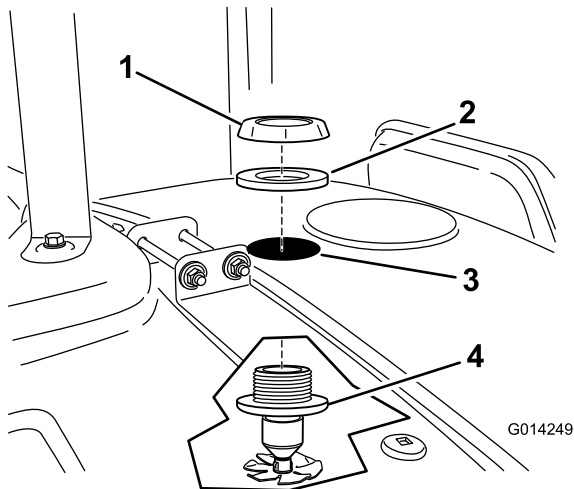

Bild 17
7. Stecken Sie eine Düse durch das gebohrte Loch (Bild 17).
8. Setzen Sie die Kunststoffmutter und die Dichtung auf das freiliegende Gewinde des Schotts oben am Behälter (Bild 17).